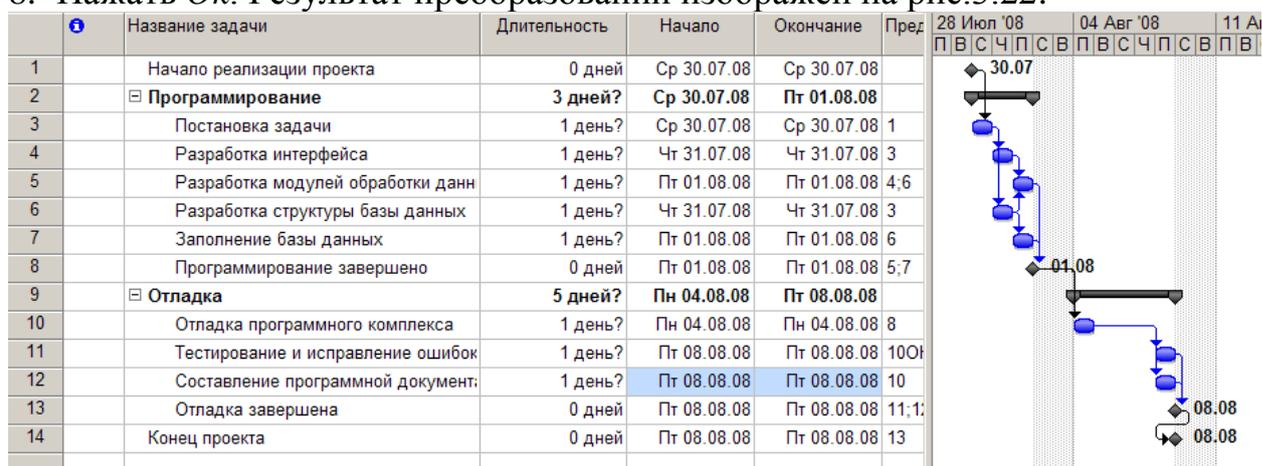

Рис.3.22. Результат преобразований
8. Нажать *Ok*. Результат преобразований изображён на рис.3.22.